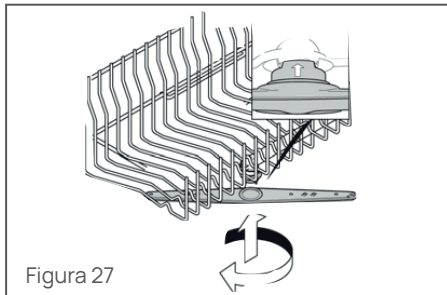

Figura 27
■ Para extraer el aspersor superior, es necesario girarlo hasta llevarlo a la posición de tope, señalada por la flecha (Figura 27) y empujar hacia arriba, manteniéndolo apretado girar en sentido horario (para montarlo, repita la operación, pero girando en sentido antihorario).